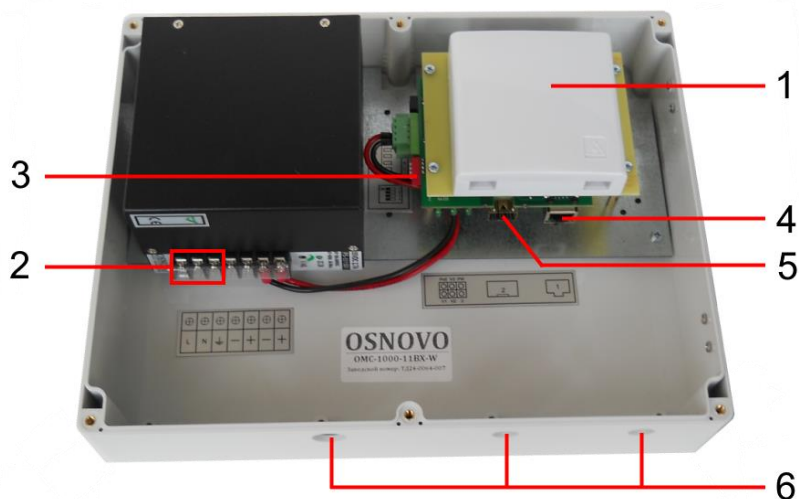

Рис.5 Подключение медиаконвертера OMC-1000-11BX-W
2. Вставьте гермовводы в предназначенные для них отверстия в корпусе пластикового бокса (6) Рис.5, закрепите их пластмассовыми гайками с внутренней стороны корпуса.
3. Проденьте кабель витой пары через соответствующее отверстие гермоввода (Ø 3-6мм) снаружи внутрь корпуса (Рис.5).
5. Подключите обжатый разъемом RJ-45 кабель к медиаконвертеру (4) Рис.5 (порт 1) и затяните гермоввод. Для обеспечения защиты от проникновения влаги внутрь корпуса, кабели должны быть плотно укреплены в гермовводах.
6. Зачистите оптоволоконный кабель на длину 25-30 см, пропустите его в отверстие гермоввода (Ø 3-6мм) Рис.5, затяните резьбу гермоввода так, чтобы кабели жестко фиксировались в зажиме гермоввода.
7. Соблюдая все требования технологии сварки оптоволоконного кабеля, приварите пигтейл (имеются в комплекте) к оптоволоконной жиле кабеля. Уложите оптоволоконный кабель в пазы кросса (1) Рис.5, следя за тем, чтобы диаметр колец не был менее 60 мм. Подключите разъем пигтейла к SFP модулю (*в комплект поставки не входит*) установленному предварительно в SFP слот медиаконвертера (5) Рис.5. Закройте крышку оптического кросса (1) Рис.5.
8. Аналогично пункту 2 протяните обесточенный кабель питания от сети АС 195-265V / 50 Гц внутрь корпуса через соответствующий гермоввод (Ø 4-8мм), подключите кабель питания к клеммам **L** (фаза), **N** (ноль) и  (заземление) блока питания (2) Рис.5. Затяните гермоввод.